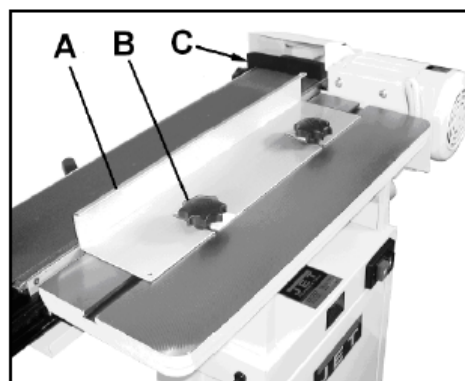

Рис. 7
Установите консоль в горизонтальное положение. Снимите стол и закройте кожух вала. Установите упор заготовки (C) (Рис. 7) и горизонтальный упор (A) с помощью винтов (B).